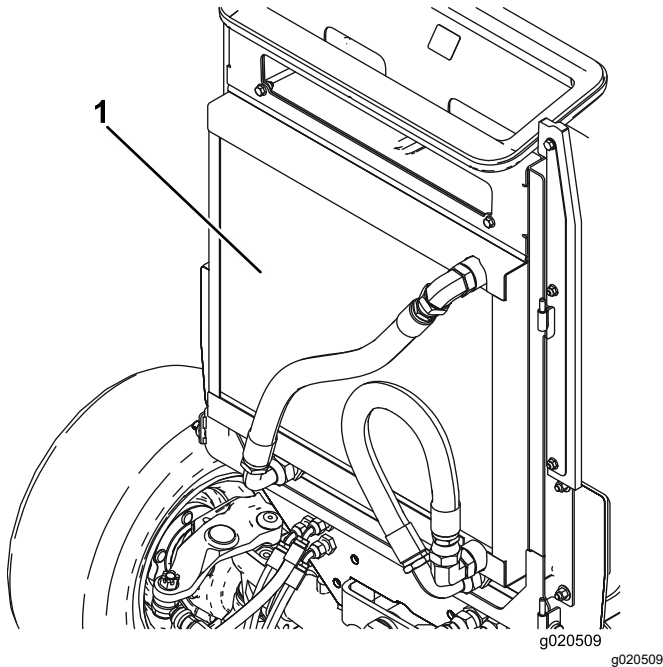

Bild 94
2. Reinigen Sie beide Seiten des Ölkühler- und des Kühlerbereichs (Bild 94) gründlich mit Druckluft. Blasen Sie Rückstände von vorne nach hinten heraus. Reinigen Sie dann von hinten und blasen Sie nach vorne. Wiederholen Sie dies mehrmals, bis alle Rückstände entfernt sind.